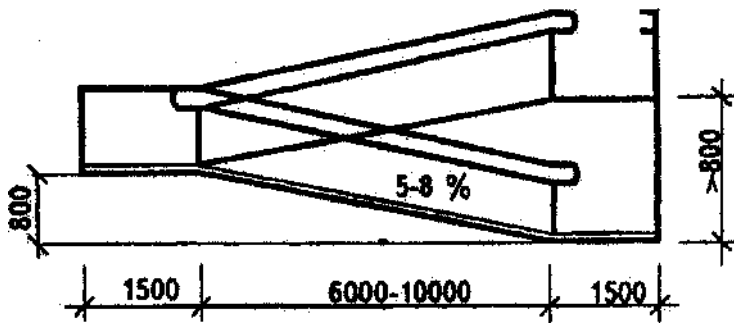

Рис. 3
- В начале и конце каждого подъема пандуса следует устраивать горизонтальные площадки шириной не менее ширины пандуса и длиной не менее 1,4-1,5 м (рис.3).
Для удобства я представила эти требования в виде таблицы.1, при подготовке которой использована отечественная нормативная литература (в международной практике к пандусам предъявляются более жесткие требования). Наглядно эти требования представлены также на рис.3.
Если пандус на промежуточной площадке меняет свое направление на 180° (рис.3), то глубина площадки составит 1500 мм, а ширина будет равна ширине двух соседних маршей, то есть 1800 мм. Такой площадки будет достаточно для разворота коляски на 180°.
В случае, когда окно на ночь закрывается жалюзи, кнопку можно установить на откосе окна (рис.3), а табличку-пиктограмму с боковой стрелкой установить на стене. Тогда ночью кнопка будет надежно защищена от повреждения хулиганов.